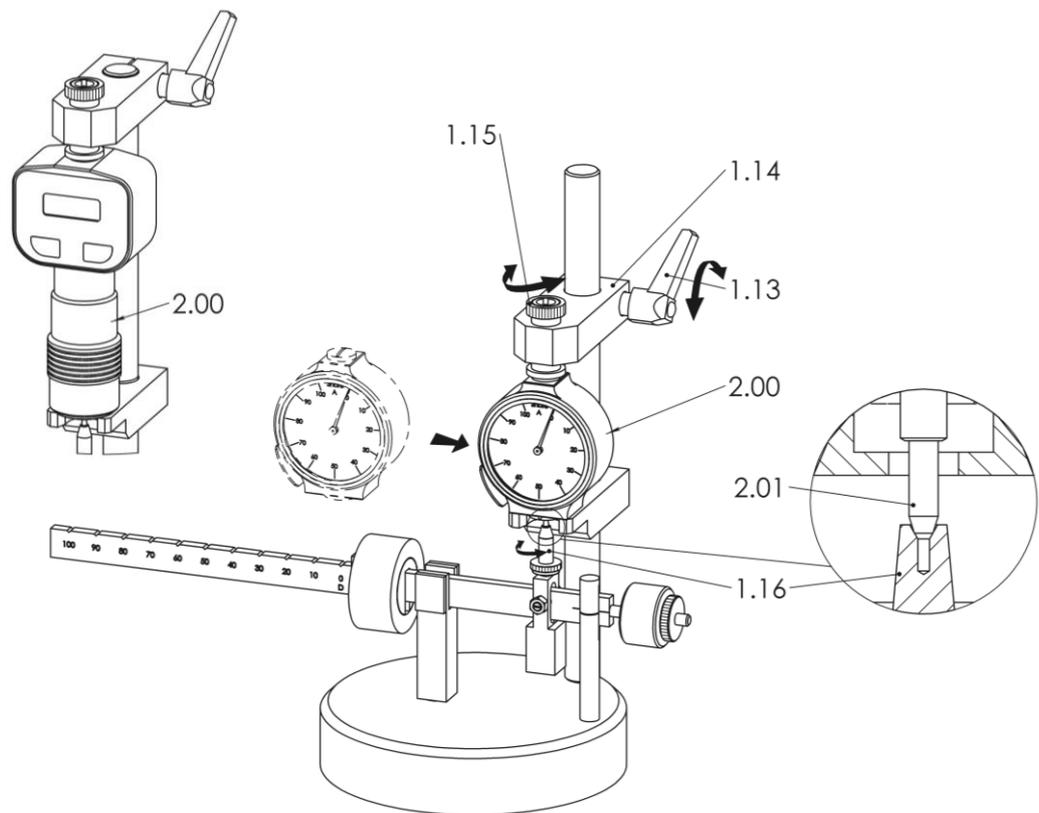

РИС.3 ВСТАВКА ТВЕРДОМЕРА (НР- И НРЕ II SHORE A)
- Ослабьте зажимной рычаг (1.13, Рис.3) и перемещайте консоль (1.14, Рис.3) вверх до тех пор, пока твердомер (2.00, Рис.3) не будет вставлен.
- Вставьте твердомер (2.00, Рис.3).
- Затяните зажимной рычаг (1.13, Рис.3).
- Зафиксируйте твердомер (2.00, Рис.3) гайкой с накаткой (1.15, Рис.3).
- Отрегулируйте стойку (1.16, Рис.3) к индентеру так (2.01, Рис.3), чтобы он (2.01, Рис.3) вошел в отверстие стойки (1.16, Рис.3).